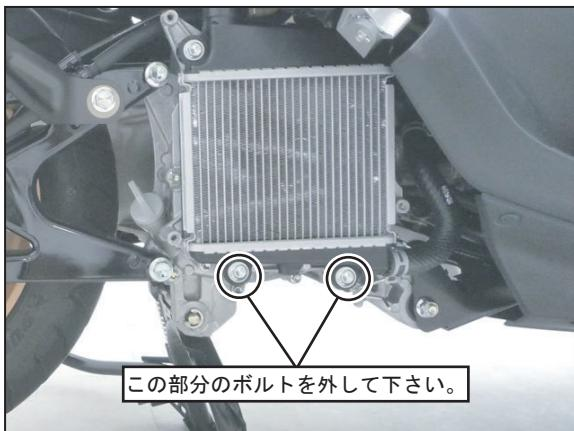

FIG. 2
3. ラジエタ下部の純正ボルト2本を外し、外したボルトを使用して③エキゾーストパイプステーを取り付けて下さい。 (FIG. 2, 3参照)